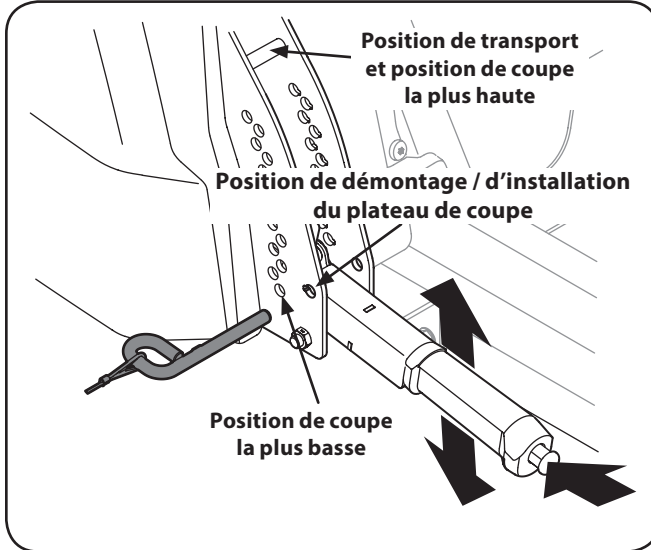

Figure 7-3
- a. Utilisez le levier de relevage du plateau de coupe pour relever le plateau de coupe à la position qui placera la courroie à la position la plus horizontale entre les poulies de tension et la poulie de la prise de force sous le moteur. Voir Figure 7-3.
- d. À l'aide du levier de relevage, abaissez le plateau de coupe à la position de démontage / d'installation du plateau de coupe. Voir Figure 7-3.
- e. À l'aide du levier de relevage, abaissez le plateau de coupe à la position de démontage / d'installation du plateau de coupe. Voir Figure 7-3.
- Placez le levier de relevage du plateau de coupe à la position de coupe la plus haute. Voir Figure 7-3.